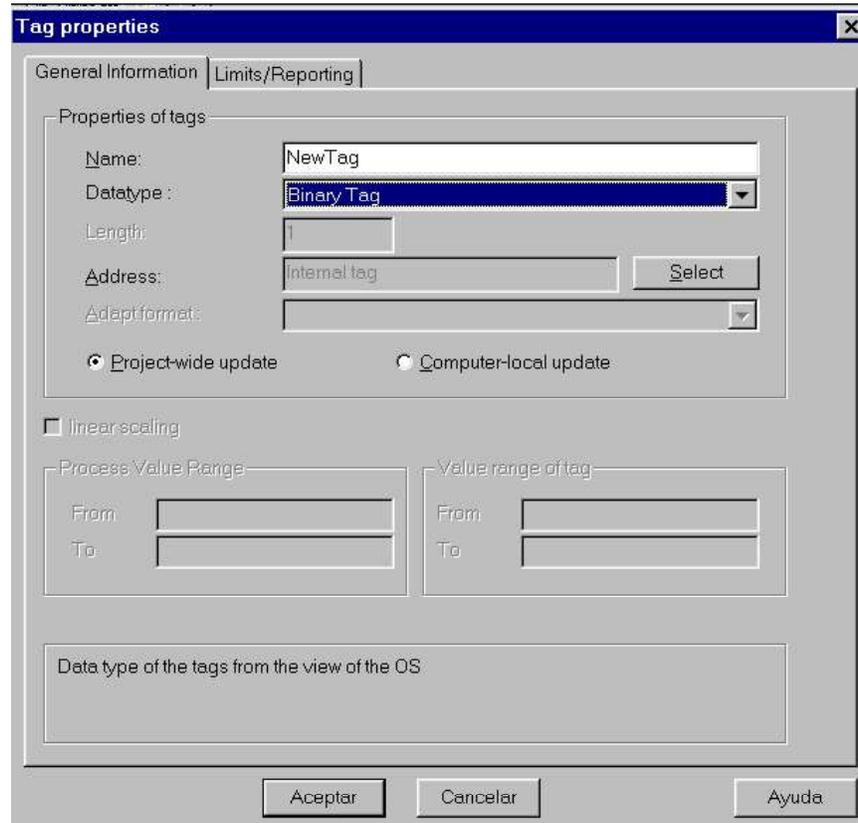

Imagen 4.5.
- Seleccionar “New” de manera que aparecerá una ventana donde se configurará la variable. (Ver imagen 4.5)